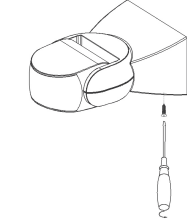

Figura 1
-Desaperte o parafuso de baixo e descarregue o botão (consulte a figura 1).